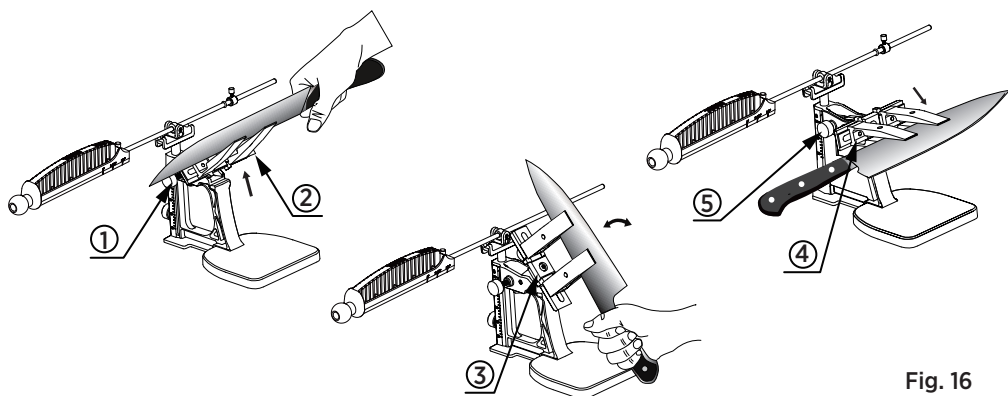

Fig. 16
3. Fahren Sie mit dem Schärfen fort, bis Sie auf der gesamten gegenüberliegenden Seite der Klinge einen Grat spüren. Lösen Sie den Drehknopf, heben Sie den Drehbalken an und drehen Sie ihn vorsichtig um 180° , um zur gegenüberliegenden Seite der Klinge zu wechseln. Halten Sie den Messergriff für bessere Kontrolle während dieses Schrittes (Siehe Fig. 16). Sobald die Einstellung abgeschlossen ist, ziehen Sie den Drehknopf fest an.